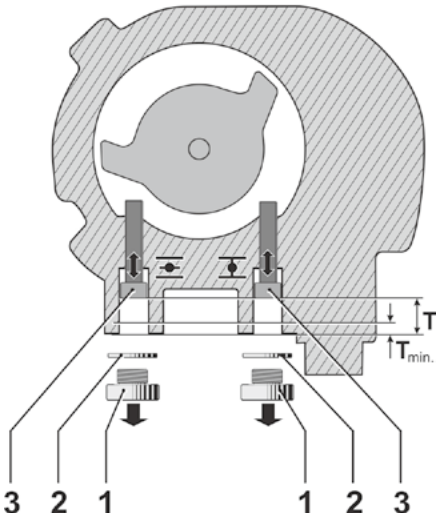

图2：调整机械限位螺栓
3. 调整机械限位：旋转限位螺丝（如图2中3所示）（参考下一章节中的“设置值”）；
- 千万不要将限位螺丝（如图2中3所示）拆下来，一旦拆下，将会导致内部油脂泄漏。
4. 检查螺帽上的密封圈（如图2中2所示），如果已经损坏，请立即更换！
当旋转关或开方向的限位螺丝时（如图2中3所示），拐臂的旋转角度将会随着尺寸 T 的变化而调整。